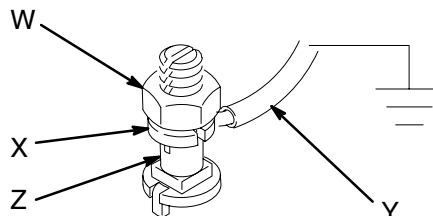

Рис. 1
1. *Внесенные в UL-список насосы:* Используйте заземляющий провод и зажим, как показано на Рис. 1. Ослабьте затяжку заземляющей контргайки с проушиной (W) и шайбы (X). Вставьте один конец заземляющего провода (Y) с минимальным сечением в 12 га (1,5 мм2) в прорезь проушины (Z), и надежно затяните контргайку. Подсоедините другой конец заземляющего провода с наконечником к надежной линии заземления. Заказывайте деталь № 237569 Заземляющий провод и зажим.